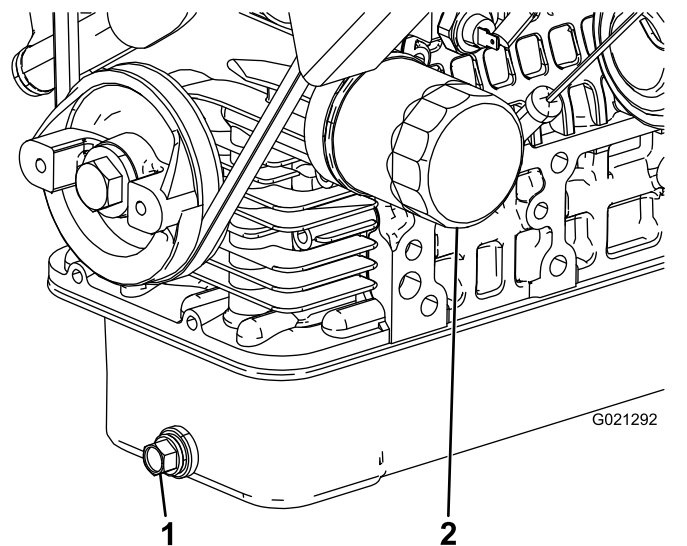

图 36
2. 拆下排油塞让油流入放油盘图 36。
4. 拆下机油滤清器图 36。